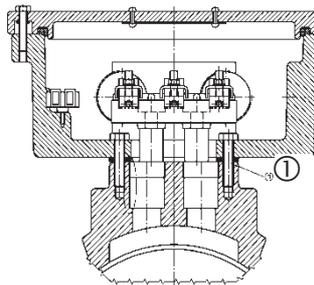
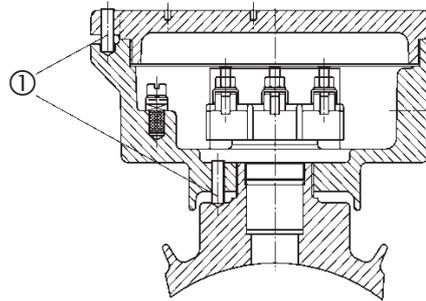

Рисунок 5: Клеммная коробка с крепежным болтом ①
Рисунок 6: Клеммная коробка с резьбовой шпилькой ①
Открыть коробку разъединением болта крышки (Рисунок 5) или при исполнении с резьбовой шпилькой (Рисунок 6) посредством обратного вращения резьбовой шпильки с последующим наворачиванием резьбовой крышки. Закрыть клеммную коробку после присоединения к сети таким же образом.
- четыре крепежных болта (→ Рисунок 5) или
- защита от проворачивания посредством резьбовой шпильки (или шпилек) (→ Рисунок 6).Винты закреплены анаэробным клеем. Чтобы освободить винт, ударить молотком по головке.